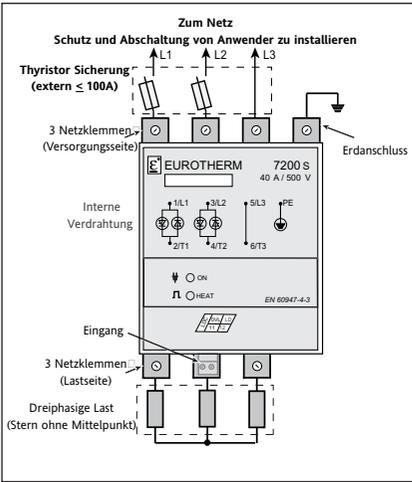

Abbildung 2-7 Dreiphasige Last in Stern ohne Mittelpunkt Konfiguration (3S)
- Stern ohne ausgeführten Mittelpunkt (3 Lastanschlüsse, Codierung 3S), Abbildung 2-7